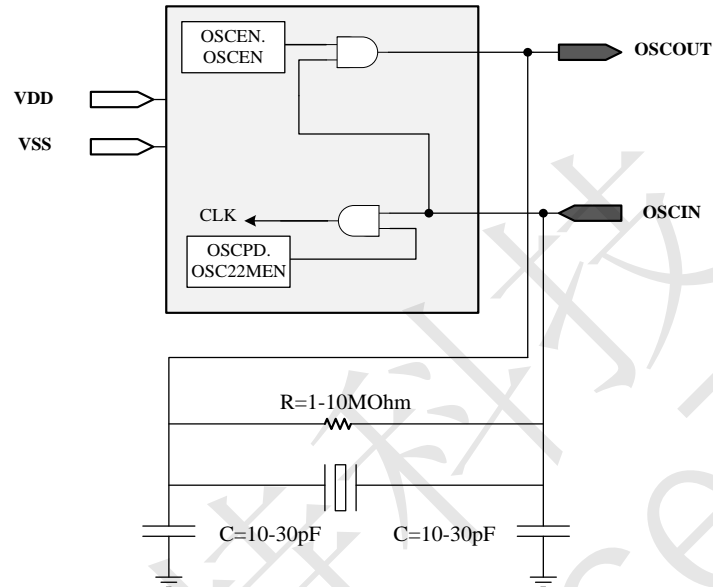

Figure 10 外部晶体振荡器连接示意图
22.1184MHz 的外部晶体振荡器可为系统提供更为精确的主时钟，相关的硬件配置可参考 Figure 10，进一步信息可参考电气特性部分的 20.2.7.3 章节。